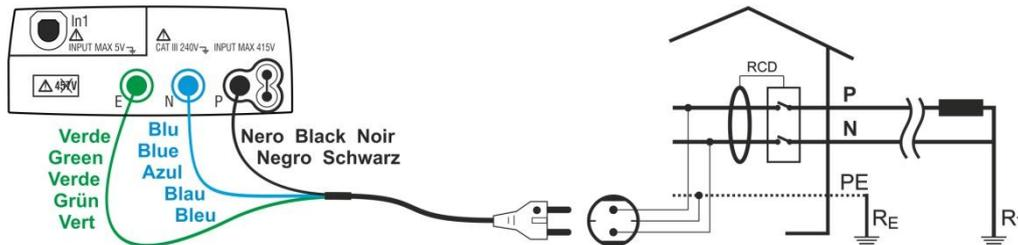
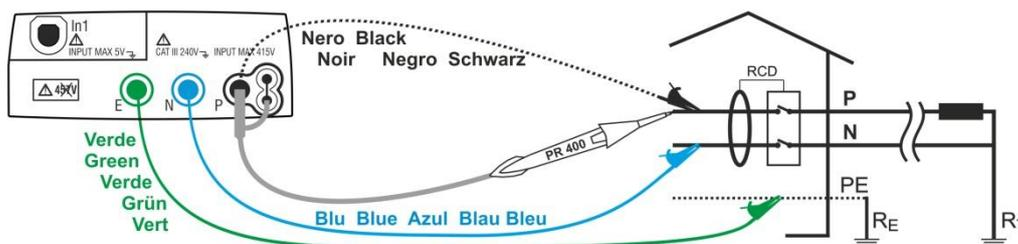
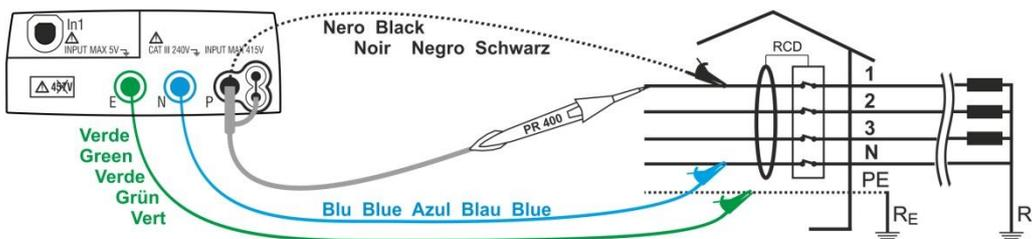

Fig. 20: Medição da resistência total de terra em instalações monofásicas ou bifásicas 230V através de uma ficha shuko
Fig. 21: Medição da resistência total de terra em instalações monofásicas ou bifásicas 230V através de uma ficha shuko
Fig. 22: Medição da resistência total de terra em instalações trifásicas 400V + N + PE através de cabos individuais e ponteira remota
- Inserir os conectores verde, azul e preto do cabo shuko com três terminais nos correspondentes terminais de entrada do instrumento E, N, P. Como alternativa, utilizar os cabos individuais e inserir nas extremidades livres os correspondentes crocodilos. Eventualmente, utilizar a ponteira remota inserindo o conector multipolar no terminal de entrada P. Ligar a ficha shuko, os crocodilos ou a ponteira remota à rede elétrica de acordo com as Fig. 20, Fig. 21, Fig. 22 e Fig. 23.